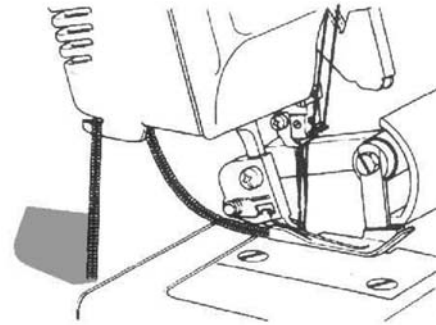

Fig. 52
- A l'aide de la lame, coupez la chaînette à l'arrière de la machine (Fig. 52).